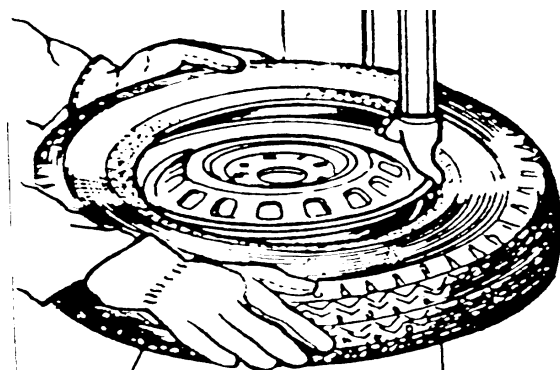

Рис.8
- 5) Подвиньте шину так, чтобы борт проходил через переднюю часть монтажной головки и оказался напротив края задней части монтажной головки (рис.8).